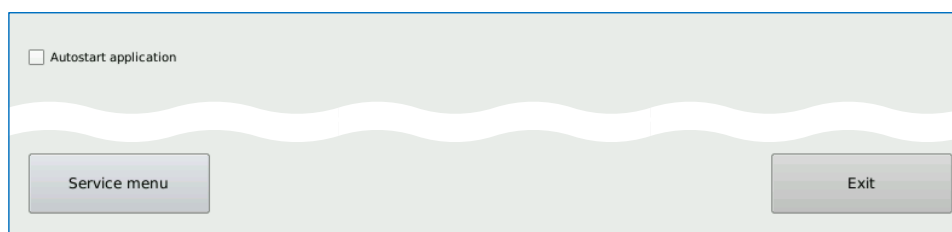

Рисунок 253 – Сервисное меню
- пока индикатор не заполнился до конца, коснуться сенсорной панели в любой области дисплея для открытия сервисного меню, иначе окно будет закрыто. Нажать кнопку **Service menu** для открытия окна со списком сервисных команд. Для выхода из сервисного меню нажать кнопку **Exit** (Рисунок 253). Для автозапуска приложения установить флажок в строке **Autostart application**;